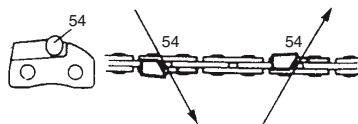

Fig. 45
Limez (54) le maillon-gouge d'un côté de la chaîne, de l'intérieur vers l'extérieur. Limez seulement avec des mouvements vers l'avant. (Fig. 45)